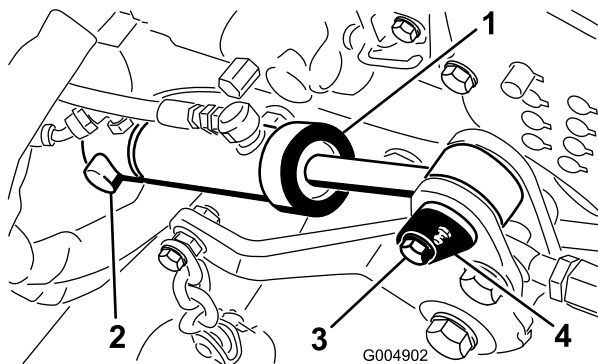

Figure 12
9. Montez l'arrière du vérin de levage du tablier sur l'axe de pivot et fixez-le en place avec la bague de retenue (Figure 12).
10. Fixez l'avant du vérin de levage au châssis du tablier de coupe avec la goupille et la vis (Figure 12).